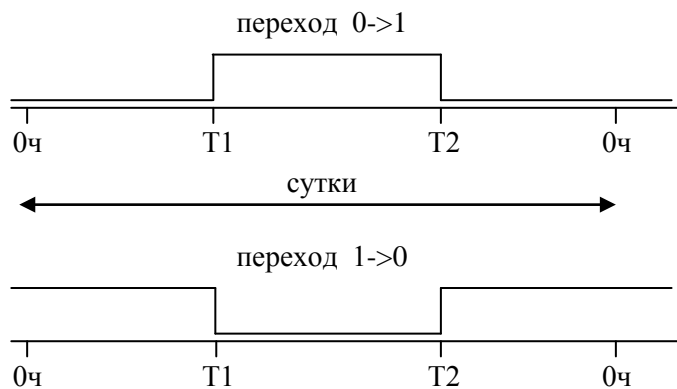

Рисунок 66
1.1.4.43.13 Функция «Включение/выключение по расписанию» может использоваться для включения/выключения в установленное время $T1$ и $T2$ оборудования по будним дням. Эта функция разбивает сутки на 3 интервала времени: с начала суток до метки $T1$, с метки $T1$ до метки $T2$, с метки $T2$ до конца суток. Метки времени $T1$ и $T2$ и состояние выхода указываются при конфигурировании. Рисунок 66 поясняет использование данного условия.